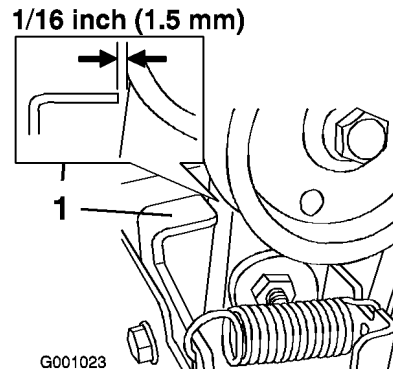

Figure 39
3. Lorsque le levier de commande de fraise à neige/turbine est désengagé, vérifiez qu'il existe un écart de 1,5 mm entre l'ensemble embrayage de fraise à neige et la patte (Figure 39).